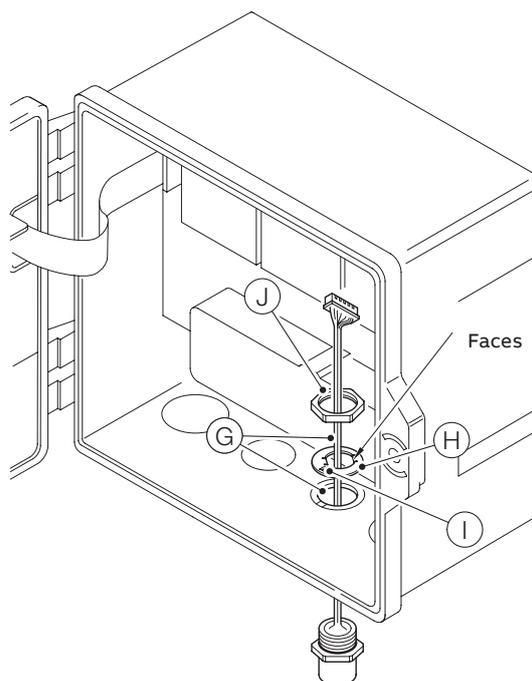

Figura 6 Preparação das fixações do cabo conector de antepara EZLink
Tendo por referência a Figura 6:
- 7 Colocar a aba de alinhamento (I) na ranhura (K) da placa do bucim na ranhura fundida.
- 8 Introduzir o corpo (L) do conector de antepara EZLink completamente na entrada do cabo e alinhar o corpo do conector de antepara usando as faces na anilha de alinhamento (ver Figura 6, item (H)).
- 9 Aparafusar a porca traseira (J) no corpo do conector da antepara e apertar a um binário de 3 a 4 N·m (2,21 a 2,95lbf-pés)utilizando uma chave dinamométrica.